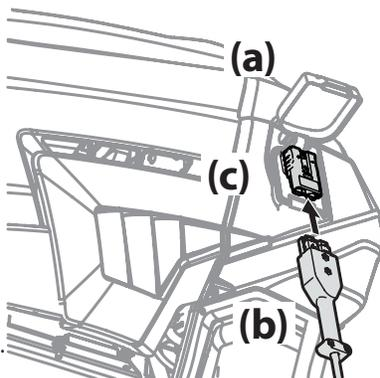

Figure 13
- Relevez le couvercle de la prise de recharge (a). Voir Figure 13.
- Branchez la corde (b) du chargeur dans la prise (c). Voir Figure 13.